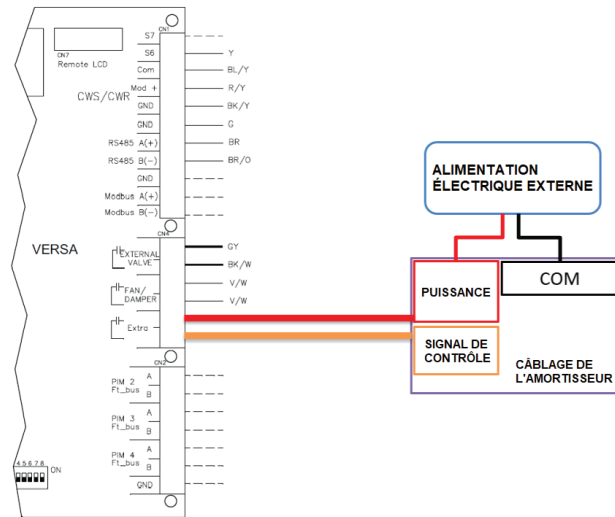

Figure 55. Câblage de l'amortisseur
- Câbler le volet conformément à la **Figure 55** et aux instructions du fabricant du volet: